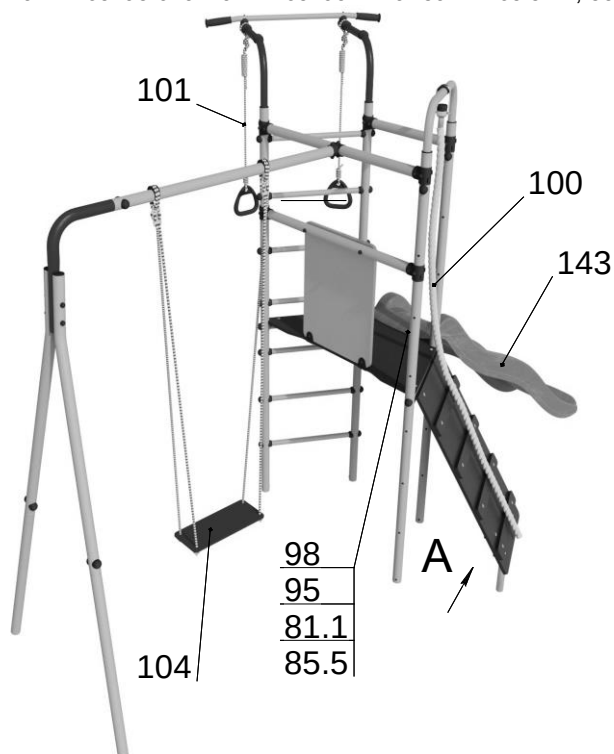
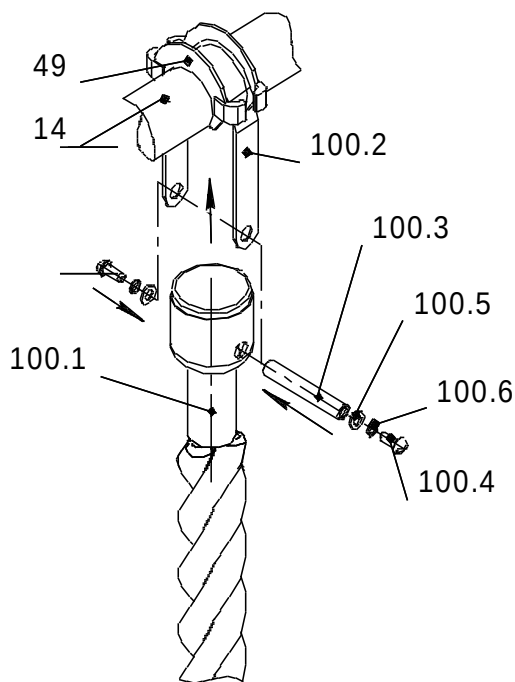
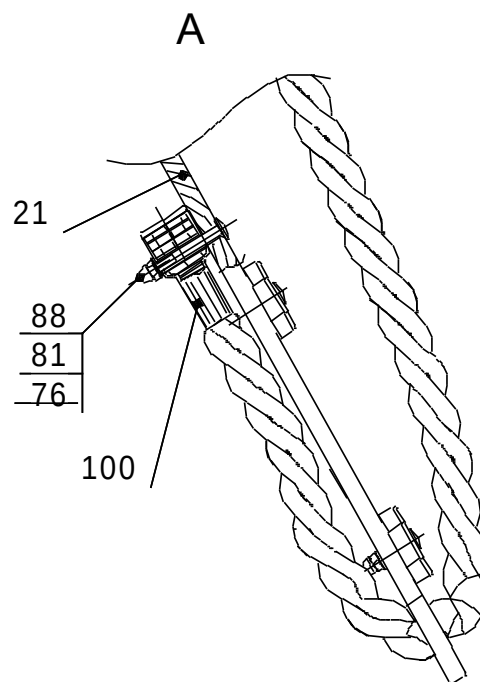

Рис.10
Рис.11
Рис.12
10.4.1 После полного застывания бетона установить навесное оборудование и горку (рис.10).
10.4.4 Собрать канат поз. 100 (рис.11). После установки каната поз.100 на катушке-клипсе поз. 49 нижний конец каната зафиксировать на щите поз.21 лаза (см. рис.10 Вид А; рис. 12).